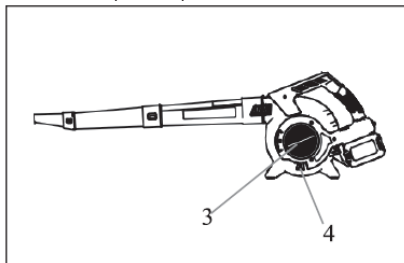

Fig.4
- Öffnen Sie die Schutzabdeckung (3) der Saugöffnung, indem Sie die Verriegelung der Saugöffnung (4) in Richtung der Saugöffnung drücken und die Schutzabdeckung bis zum Anschlag im Uhrzeigersinn herausziehen. Sie können die Schutzabdeckung (3) nun abnehmen. (Abb. 4)